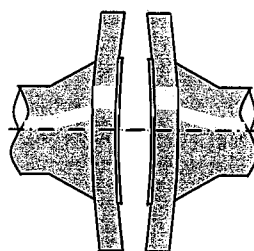

図5 フランジの変形
- フランジが変形していると、正確な締付面圧がかけられず漏れの原因となりますのでフランジを交換するか、修正してください。（図5参照）